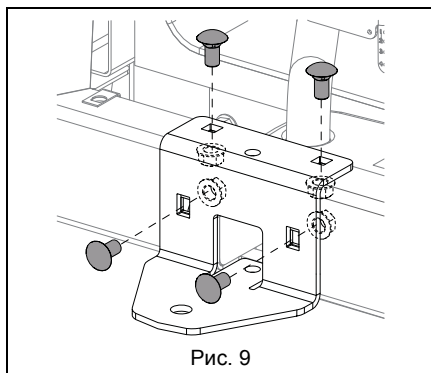

Рис. 9
См. Рис. 9.
2. Позиционируйте тягово-сцепное устройство поверх рамы, как показано на Рис. 9.